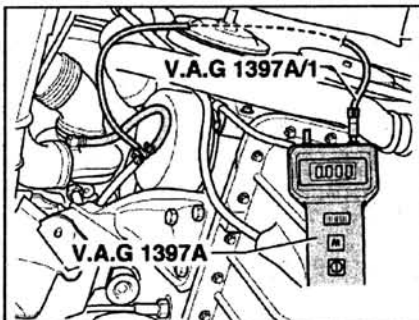

Рис. 2.137. Присоедините трубку V.A.G 1397 A/1 к тестеру V.A.G 1397 A с T-образным переходником.
11. Присоедините трубку V.A.G 1397 A/1 к тестеру V.A.G 1397 A с Т-образным переходником (рис. 2.137).